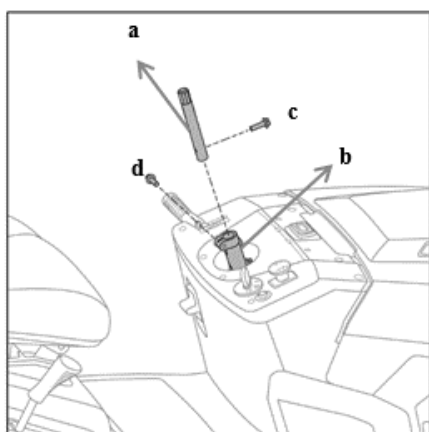

Fig.2A
1. Inserte la varilla de extensión de dirección (a) en el centro del manguito de fijación (b). Asegure firmemente con dos pernos con brida hexagonal (c, M8*25 y d, M8*25). (Fig.2A)